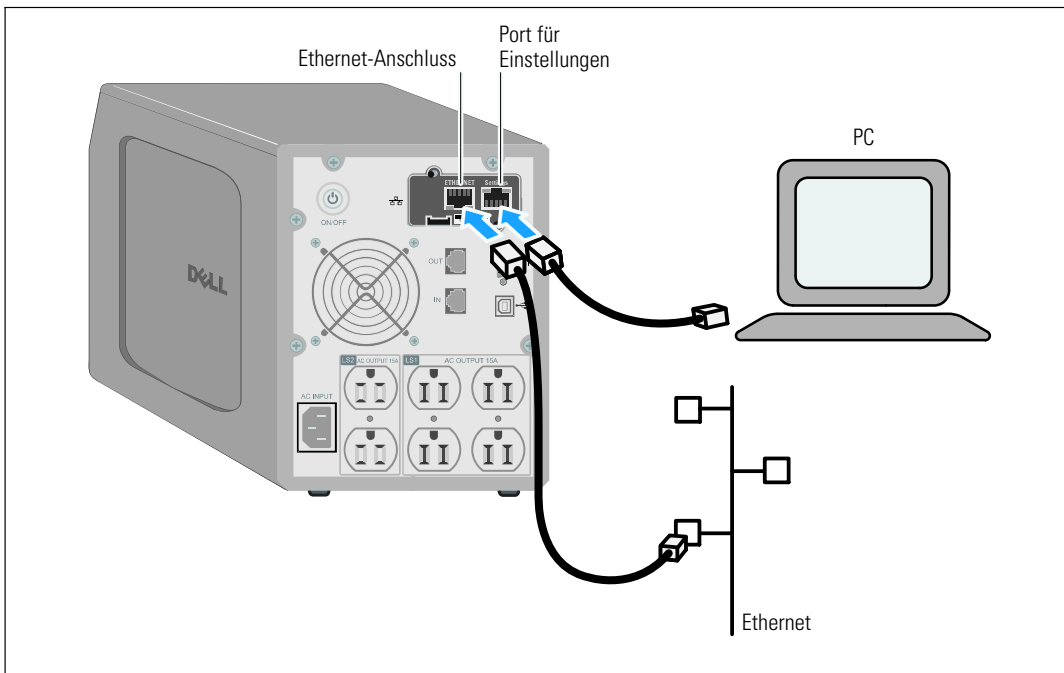

Abbildung 5. Anschließen der Karte
- 1 Stecken Sie das RJ-45-Ende des mitgelieferten Konfigurationskabels in den Anschluss für Einstellungen auf der Karte (siehe Abbildung 5).
- 3 Schließen Sie ein aktives Ethernet-Kabel (nicht mitgeliefert) an den Ethernet-Anschluss auf der Dell Netzwerkmanagementkarte an (siehe Abbildung 5).